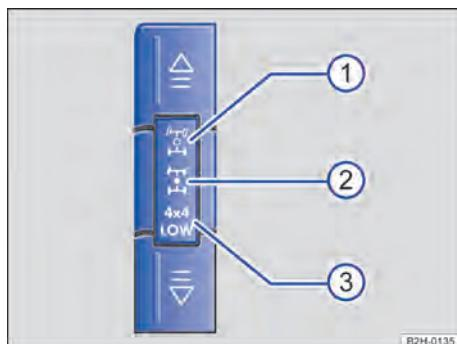

Fig. 142 No console central: botões para ligar e desligar a tração nas quatro rodas.
Em veículos com tração nas quatro rodas selecionável, na condição inicial, a tração traseira sempre está ativa. A tração nas quatro rodas é acionada manualmente em duas etapas pelas teclas no console central → Fig. 142.
Utilizar a tração traseira em ruas secas com solo firme. Com a tração traseira acionada, acende-se o símbolo → Fig. 142 ① no console central.
- Pressionar o botão ④ uma vez. ④ pisca por alguns segundos no instrumento combinado. A tração nas quatro rodas (4X4 HIGH) estará ativada se no instrumento combinado e no console central ④ → Fig. 142 ② estiver acesa de modo permanente.
- Pressionar novamente o botão ④ até a respectiva luz de controle (④) se apagar. Se nenhuma luz de controle estiver acesa, a tração nas quatro rodas está desativada.
- Pressionar novamente o botão ④ com o motor em funcionamento e a tração nas quatro rodas acionada (4X4 HIGH). 4X4 LOW pisca durante alguns segundos no instrumento combinado. A tração nas quatro rodas com nível de rodagem intensamente reduzido (4X4 LOW) estará ativada se no instrumento combinado e no console central 4X4 LOW → Fig. 142 ③ estiver acesa de modo permanente.
- Pressionar o botão ④ com o motor em funcionamento, até a respectiva luz de controle (4X4 LOW) se apagar. A tração nas quatro rodas (4X4 HIGH) estará ativada se no instrumento combinado e no console central ④ estiver acesa de modo permanente.